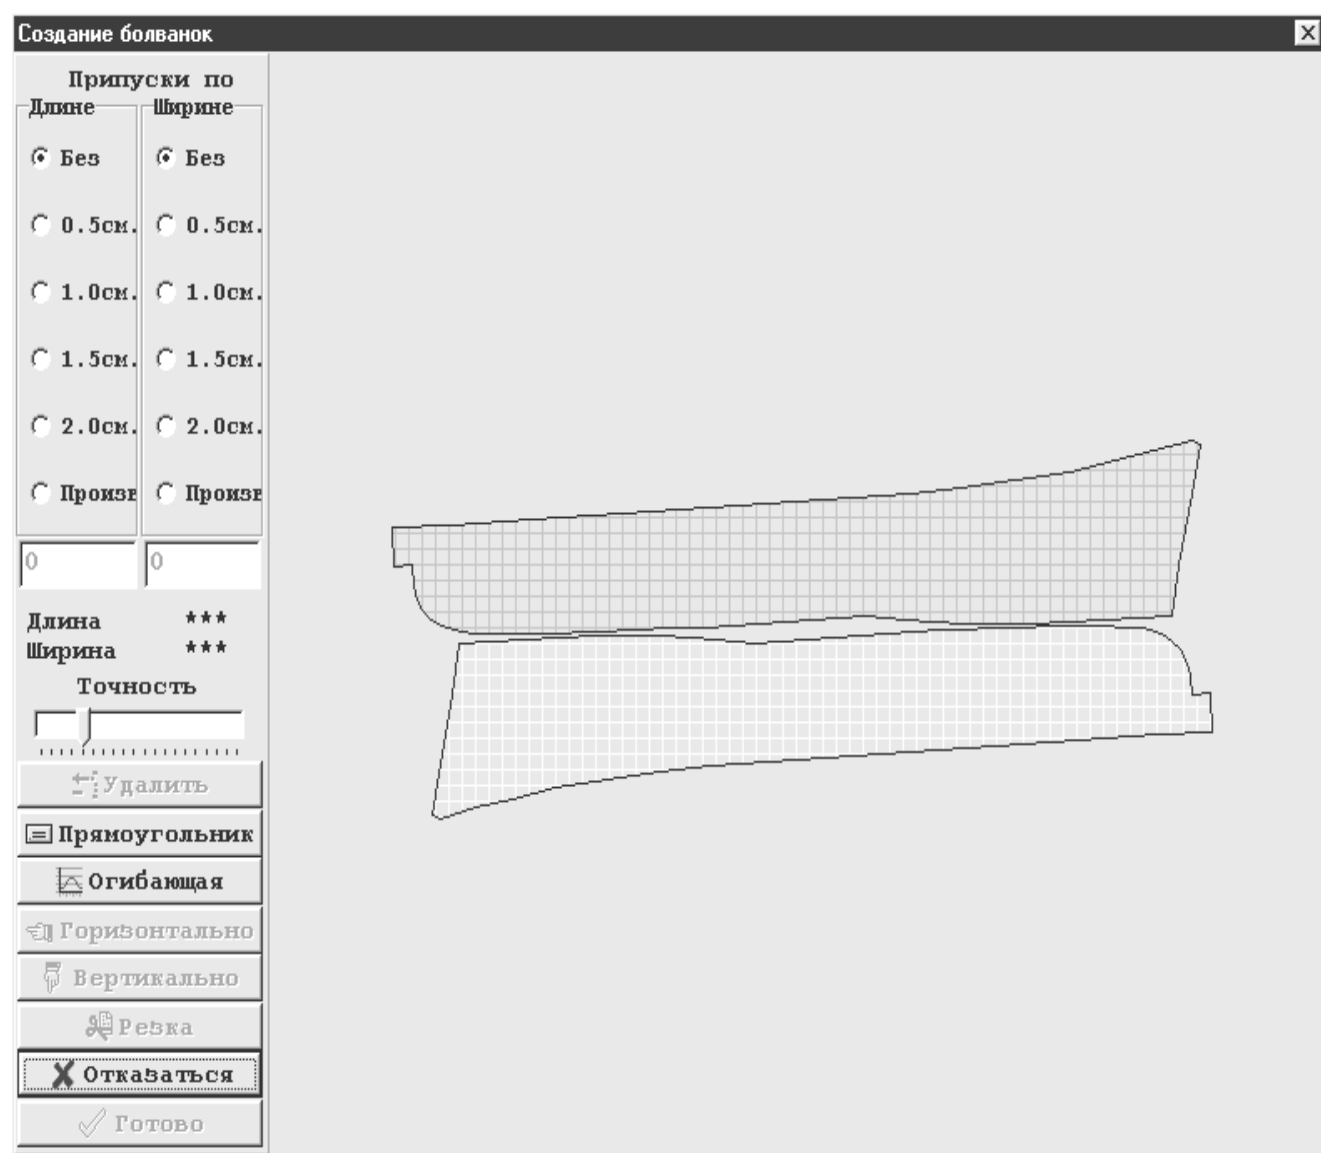

Рис. 3.26. Окно формирования суперболванки
Программа позволяет задавать линии, по которым группа лекал будет вырезана для последующего ручного выкраивания точных лекал. Для этого необходимо установить курсор мыши на одно из выделенных лекал и, нажав на правую клавишу мыши, выбрать пункт меню «**Суперболванки**». При этом откроется рабочее окно функции создания суперболванки, работа с которым показана на рис.3.26.
- после этого на экран будет выведено окно **«Создание болванок»** (см. рис.3.26), в котором задают величины припусков по длине и ширине лекала для формирования болванки и вид линии контура болванки – **«Огибающая»** или **«Прямоугольник»**;